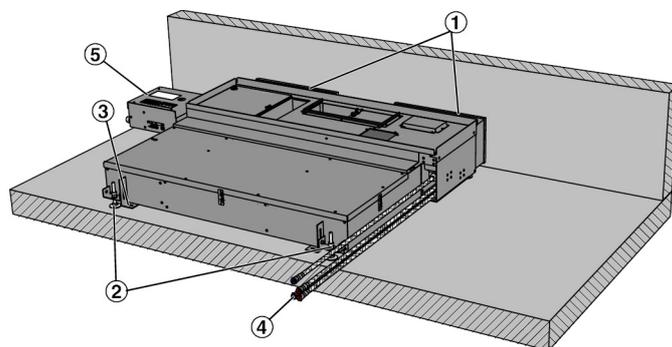

Abb. 5: Geräteaufstellung, Beispiel FSL-U-ZAS Ausführung rechts
1. ▶ Lüftungsgerät mit den Luftöffnungen (Abb. 5/1) vor die Öffnungen der Fassade stellen.
Stellfüße (Abb. 5/2) so justieren, dass die Luftöffnungen des Gerätes mit den Luftöffnungen in der Fassade übereinstimmen. Stellfüße kontern. Gerät etwas an die Fassade schieben, so dass die Dichtungen geringfügig komprimiert werden und das Lüftungsgerät dicht mit den Fassadenöffnungen verbunden ist.
2. ▶ Das Lüftungsgerät mit geeigneten Schrauben (\varnothing 6 mm) mit den Befestigungswinkeln (Abb. 5/3 am Rohfußboden fixieren.
3. ▶ Wasseranschlüsse (Abb. 5/4) herstellen, (flexible Anschlussschläuche optional), \varnothing 15 und auf Dichtheit prüfen (abdrücken).
4. ▶ Elektrische Anschlüsse am Klemmenkasten und der Reglerbox (Abb. 5/5) herstellen, \varnothing 17 und Funktionsprüfung durchführen.